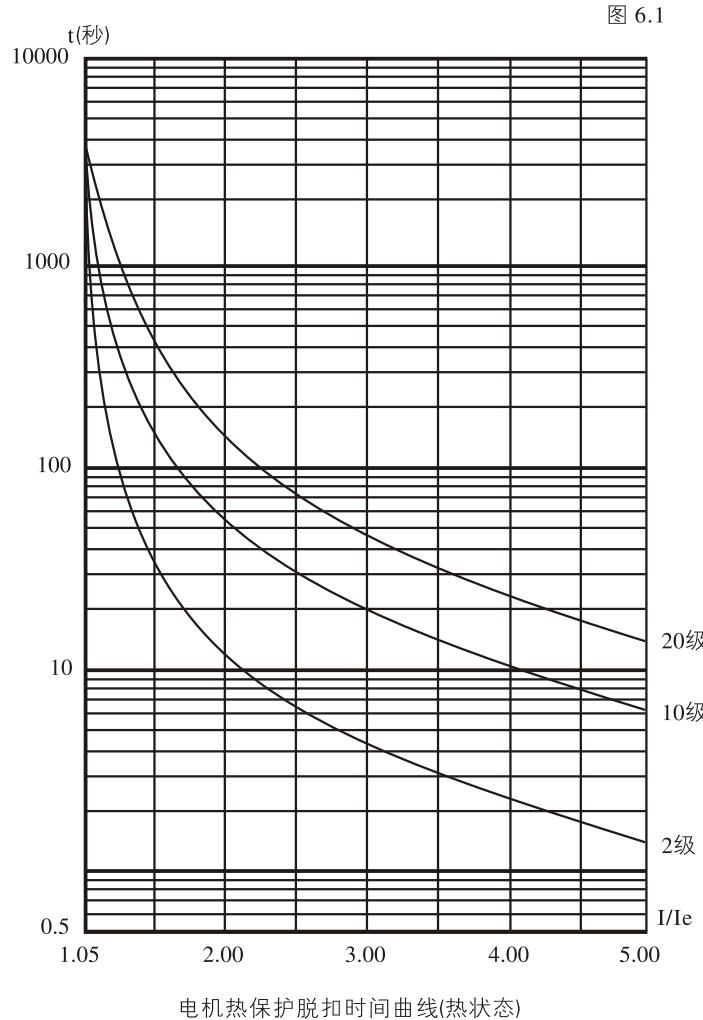

图 6.1
- 运行过载保护时间: 以设置项F7最大工作电流为基准作反时限热保护, 脱扣保护时间曲线如图6.1。
- 轻载、标准、重载三个保护级别具备完全的保护功能, 区别在于电机过载热保护时间曲线不同。其电机热保护时间参数见表6.1和图6.1。